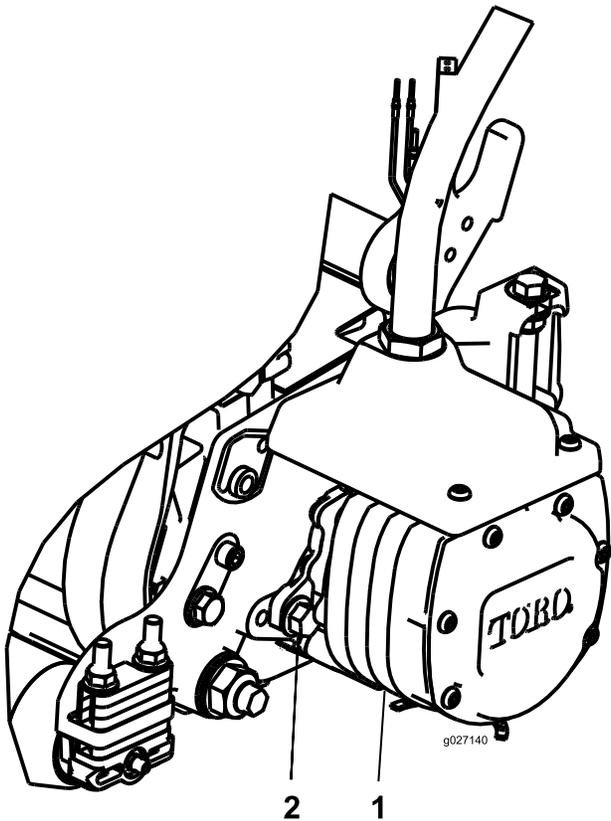

图11
14. 以顺时针旋转的方式安装马达让马达法兰与螺栓保持一定空隙图11。